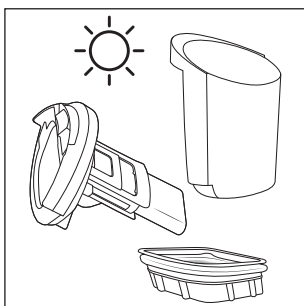

Fig. 27
- ♦ Deixe o filtro de sujidade **10**, o reservatório de água suja **2** e a tampa do reservatório de água suja **9** secarem totalmente (ver fig. 27).